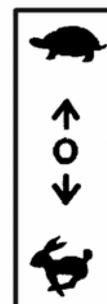

Рис. 4.3
При перемещении рукоятки вперед обеспечивается включение пониженных передач (L), назад – повышенных передач (H), среднее положение – передний и задний мосты отключены. Схема переключения редуктора показана на рис.4.3.